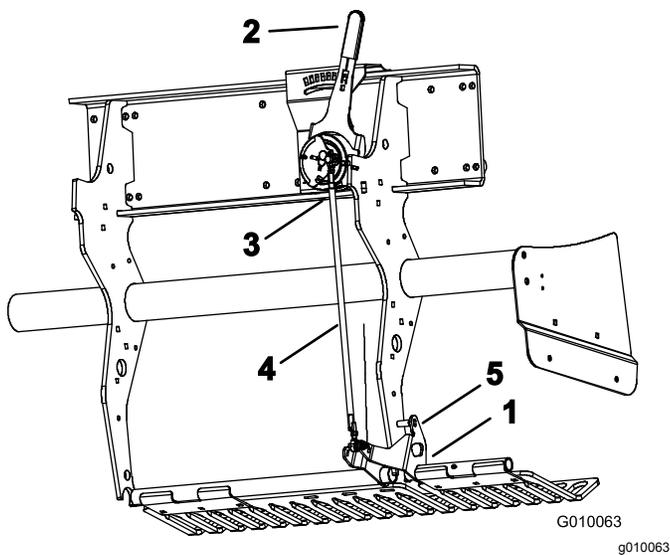

Figura 59
2. Rode o suporte de montagem do protetor de relva esquerdo (Figura 59) até dar para inserir um pino de bloqueio (barra ou parafuso de 5/16) entre o suporte e o tubo de configuração da profundidade soldado à estrutura.
3. Mova a alavanca de profundidade dos dentes (Figura 59) para a configuração H (a mais profunda).
4. Desligue o dispositivo esférico exterior (Figura 59) da cablagem (interruptor de cabeça para baixo).
5. Desaperte as porcas de bloqueio (esquerdo e direito) da barra de ajuste da profundidade (Figura 59).